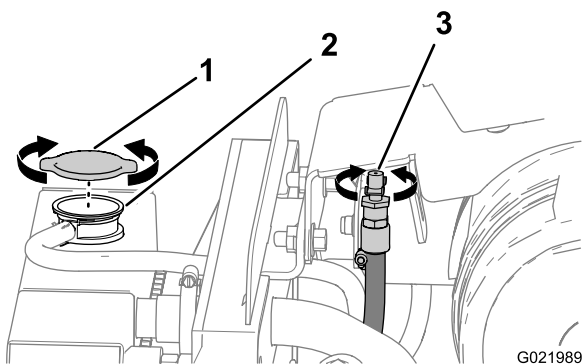
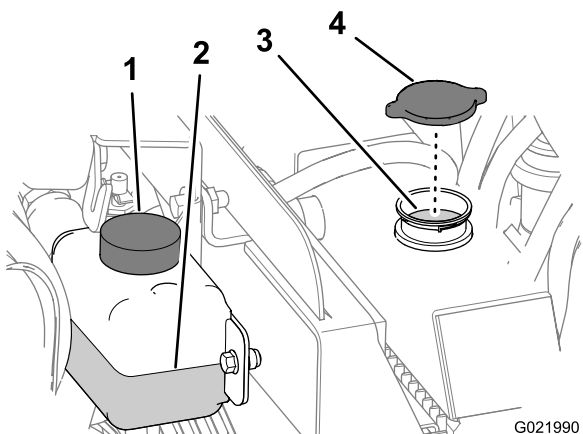

Bild 78
Bild 79
- Öffnen Sie das Entlüftungsventil für den Motor (Bild 78).
- Nehmen Sie den Kühlerdeckel vom Füllstutzen des Kühlers ab und prüfen Sie den Kühlmittelstand (Bild 78 und Bild 79).
- Wenn der Stand des Kühlmittels niedrig ist, füllen Sie Kühlmittel bis zur Unterseite des Füllstutzens auf (Bild 79).
- Nehmen Sie den Kühlerdeckel ab (Bild 78 und Bild 79).
- B. Öffnen Sie das Entlüftungsventil (Bild 78).
- A. Öffnen Sie das Entlüftungsventil (Bild 78).
1. Nehmen Sie den Kühlerdeckel ab (Bild 78 und Bild 79).
2. Öffnen Sie das Entlüftungsventil (Bild 78).